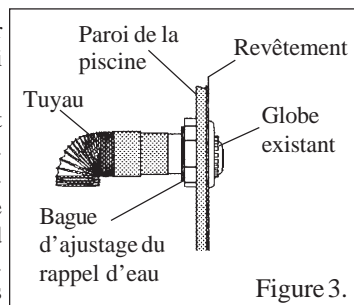

Figure 3.
4. Retirez le bouchon central existant du raccord de rappel d'eau situé dans la paroi de votre piscine (voir figure 3).